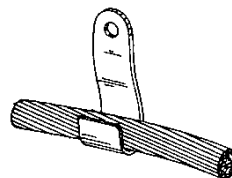

Figure 5.7 – crochet pour conducteur
l) Crochet pour conducteur : (voir figure 5.7)